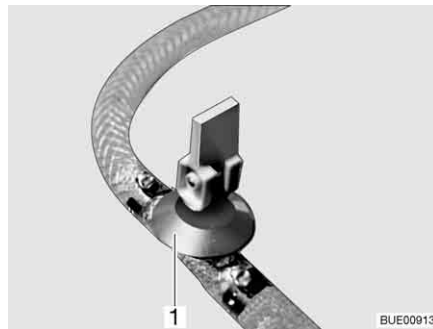
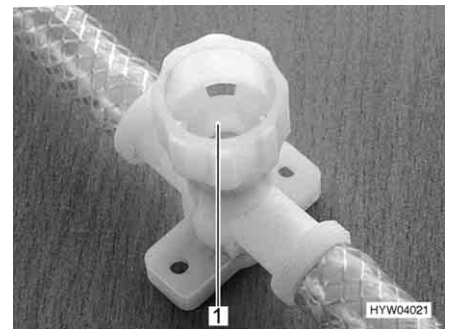

Fig. 227 Rubinetto di scarico (con leva a bilancere)
Fig. 228 Rubinetto di scarico (con tappo a vite)
- Aprire tutti i rubinetti di scarico. Mettere la leva a bilanciere del rubinetto di scarico (Fig. 227,1) in posizione verticale o chiudere il coperchio del rubinetto di scarico (Fig. 228,1) in senso antiorario.